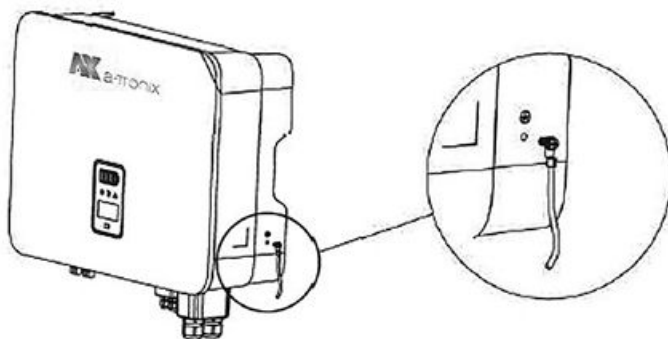

Abbildung 3.15
2. Befestigen Sie die Erdungsklemme mit einem geeigneten Werkzeug am PE-Leiter und verriegeln Sie die Erdungsklemme in der Erdungsbuchse an der unteren rechten Seite des Wechselrichters, wie in Abbildung 3.15 gezeigt: